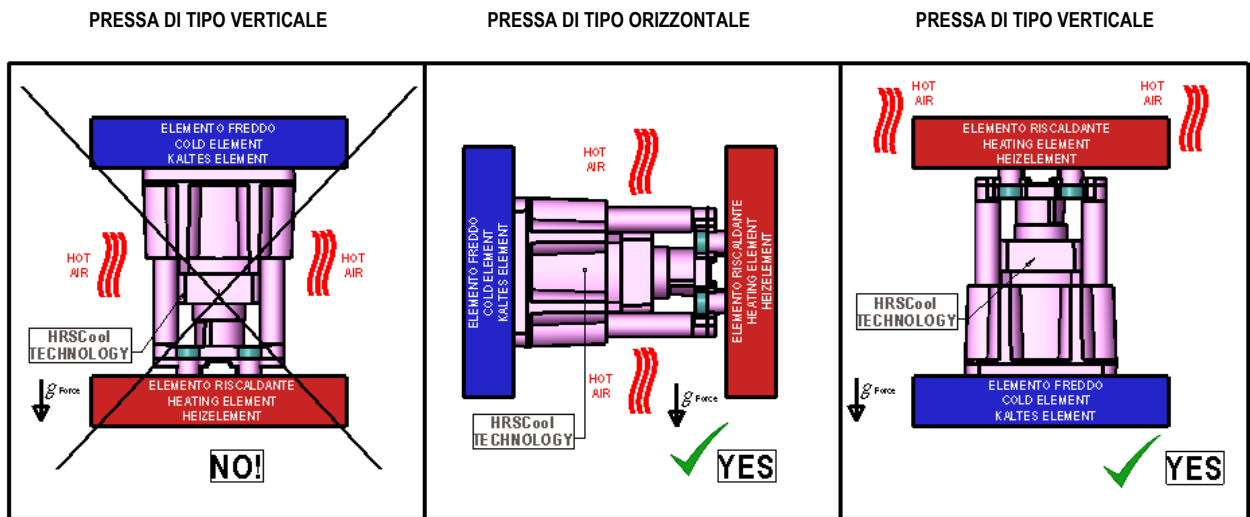

Fig.4
NOTA PER IL MARTINETTO REGOLABILE (Fig.4)
- 5- La tecnologia HRSCOOL è consentita nella pressa ad iniezione verticale ma solo se gli elementi riscaldanti (es. la camera calda) sono collocati in una posizione superiore rispetto ai martinetti e quindi gli elementi freddi (es.: piastra stampo). È necessario evitare che il martinetto venga riscaldato dall'aria calda proveniente da elementi caldi (Fig.4).